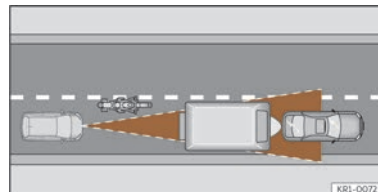

Abb. 136 Vorausfahrender Motorradfahrer außerhalb des Erfassungsbereichs des Radarsensors.
- Versetzt fahrende Fahrzeuge oder Fahrzeuge, die außerhalb des Erkennungsbereichs des Sensors fahren, z. B. Motorräder >>> (**Abb. 136**).